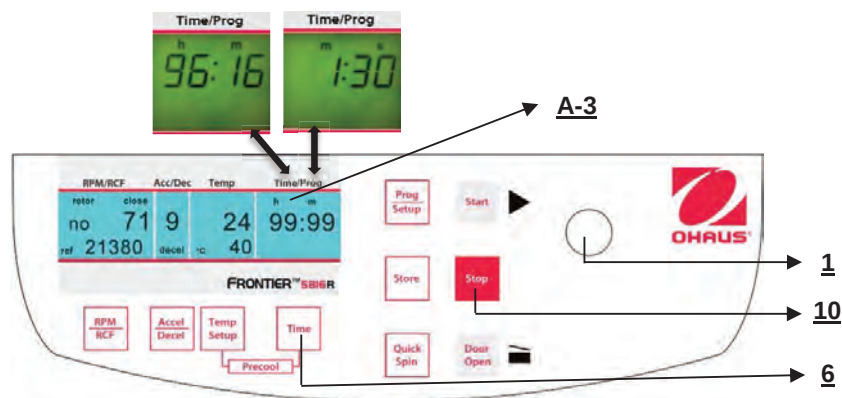

Figura 17
Per impostare il valore desiderato, utilizzare la manopola di regolazione (1). Dopo aver superato 59 minuti e 50 secondi, l'indicazione cambia automaticamente a "h : m". Dopo aver superato 99 ore 59 minuti, la parola "cont" appare nel display "Time/Prog" (A-3). Il funzionamento continuo può essere interrotto solo mediante il tasto "Stop"(10). Il conteggio alla rovescia del tempo incomincia non appena si raggiunge la velocità impostata. Il display indica sempre il tempo di funzionamento rimanente. (Vedere figura 17)